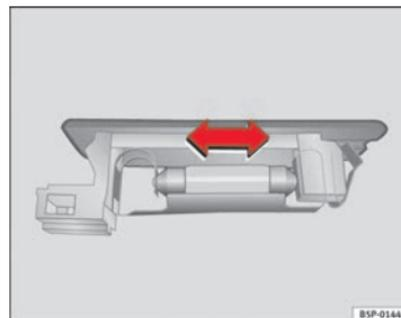

Fig. 150 Luz do porta-bagagens
- Pressione a lâmpada na parte lateral e extraia-a do respectivo alojamento ⇒ fig. 150. ■